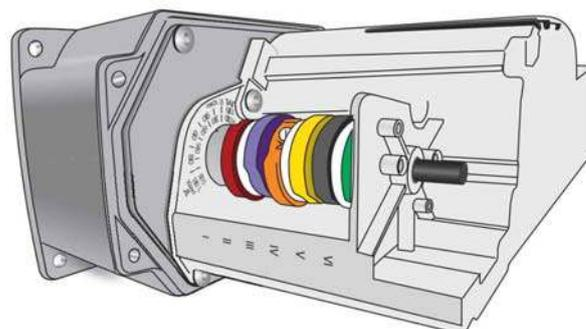
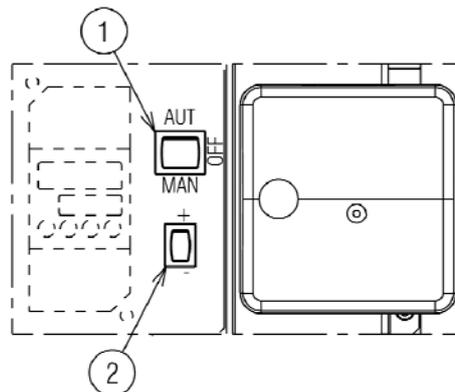
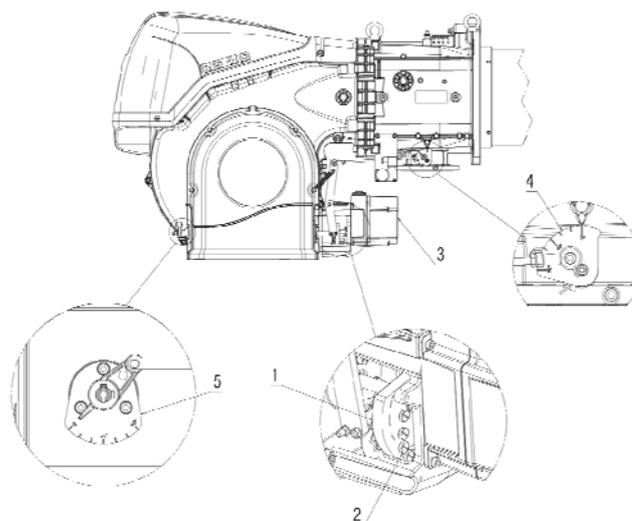
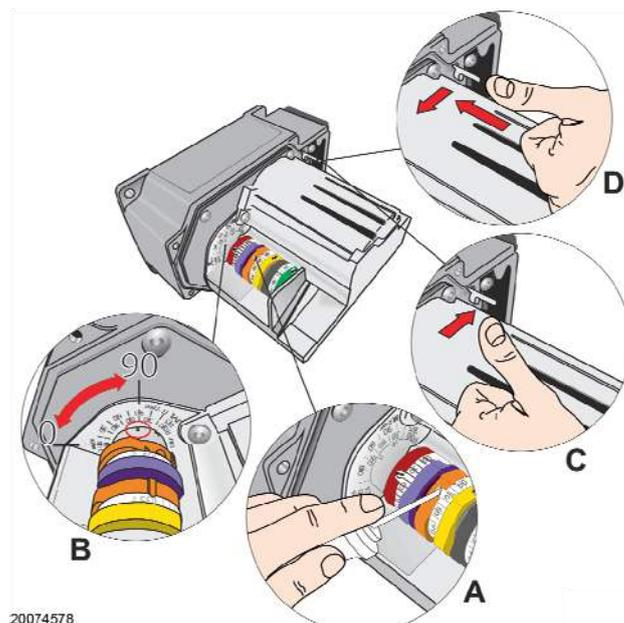

Рис. 28
Рис. 29
Рис. 31
Рис. 32
Серводвигатель (Рис. 28) одновременно управляет положением воздушной заслонки и, с помощью кулачка с изменяемым профилем (лекала), положением дроссельного клапана газа. Серводвигатель поворачивается на 90° за 30 секунд.
В предыдущем описании мы оставили горелку после розжига, работающей на минимальной мощности. Теперь нажмите кнопку (2) (рисунок 29 стр. 28) в положение «увеличение мощности» и удерживайте ее нажатой до тех пор, пока серводвигатель не откроет воздушную заслонку и дроссельный клапан газа.
Регулировка воздуха осуществляется путём изменения угла кулачка I (рис. 28 на стр. 27) и с помощью переключателя (2) (Рис. 29 на стр. 28). Регулировка кулачка сервопривода показана на Рисунке 32 (A).
Обозначения (Рис. 31)
Нажмите кнопку (2) (рисунок 29, стр. 28), «уменьшение мощности», и удерживайте ее нажатой до тех пор, пока серводвигатель (Рис. 32 В) не встанет в положение заводской настройки: см. Таблицу L на странице 27, последовательно отрегулируйте воздушную заслонку (5) и дроссельную заслонку газа (4) (Рис. 31 на стр. 29).
Постепенно меняйте начальный профиль механического кулачка (1) (Рис. 31 на стр. 29), поворачивая винты (2).
Регулировка воздуха осуществляется путём изменения угла кулачка III (рис. 28 на стр. 27) и с помощью переключателя (2) (Рис. 29 на стр. 28). Регулировка кулачка сервопривода показана на Рисунке 32 (А).
После настройки максимальной и минимальной мощности горелки необходимо настроить расход газа в нескольких промежуточных положениях сервопривода. Для перехода из одного положения к следующему удерживайте нажатой кнопку (2) на символе (+) или на символе (-) (Рис. 29 на стр. 28). Чуть-чуть нажмите кнопку «увеличение мощности» (2) (рис. 29), серводвигатель должен повернуться примерно на 20°, смотрите на градуированный указатель сервопривода (Рис. 32) (В) и градуированный указатель воздушных заслонок (5) (Рис. 31 на стр. 29).
Закручивайте или откручивайте соответствующий винт (2) механического кулачка (Рис. 31 на стр. 29), чтобы увеличить либо уменьшить расход газа и сделать его соответствующим расходу воздуха, так как только таким образом можно добиться оптимального горения.
Погасите горелку с помощью выключателя (1) (Рис. 29), положение OFF, расцепите кулачок-лекало (I) (Рис. 31) и шестерни серводвигателя, для этого нажмите и переведите вниз кнопку (3) (Рис. 32 - D), затем вручную поверните несколько раз вперед и назад кулачок (I) (Рис. 31), убедившись в том, что он поворачивается мягко и не заедает.
Снова сцепите кулачок (I) (Рис. 31) и серводвигатель, сместив вверх кнопку (2) (Рис. 32 - C).